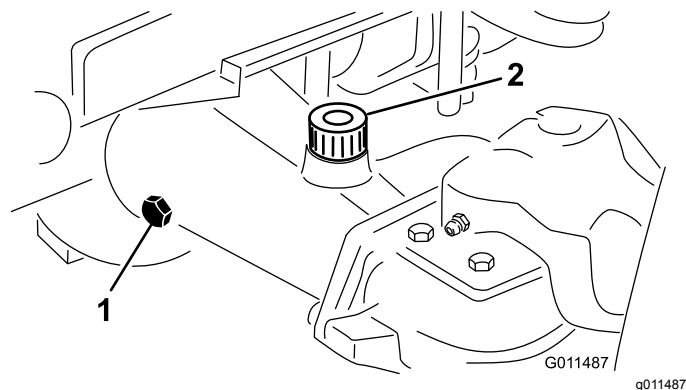

Figura 18
2. Rimuovete un tappo di controllo da un'estremità dell'assale e assicuratevi che il lubrificante raggiunga la parte inferiore del foro (Figura 18).